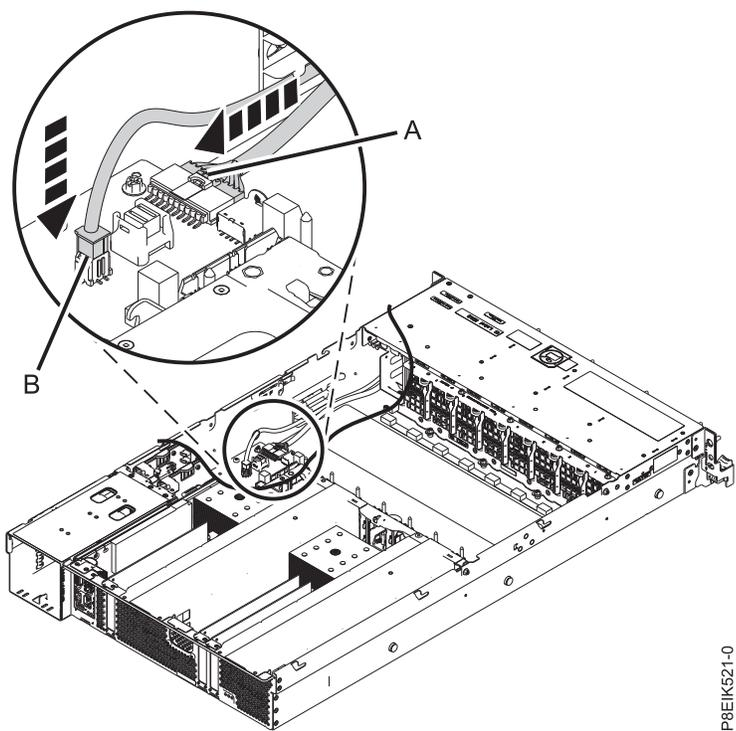

図 73. ケーブルの接続
- ラベルを確認して、前面 USB ケーブル (A) と 電源スイッチおよびケーブル (B) をシステム・バックプレーンに接続します。図 73 を参照してください。ケーブルのラッチ・クリップが、カチッと音を立ててコネクタの所定の場所に収まったことを確認してください。